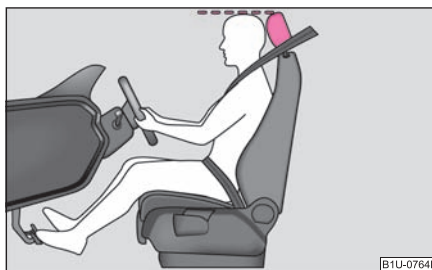

Fig. 107 Reglarea corectă a înălțimii tetierei
- Reglați tetierele astfel încât marginea superioară a tetierei să se afle la aceeași înălțime cu partea superioară a capului dvs. ⇒ pagina 98, fig. 107.
- Reglați tetierele astfel încât marginea superioară a tetierei să se afle la aceeași înălțime cu partea superioară a capului dumneavoastră ⇒ pagina 98, fig. 107.